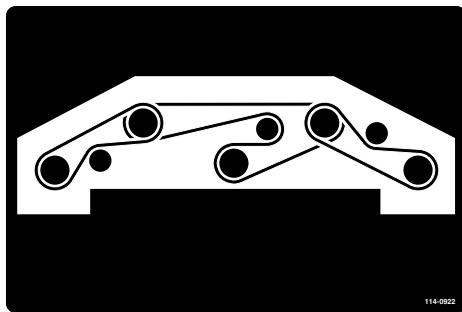

Figura 84
- Pase la correa nueva alrededor de las poleas de los ejes y del conjunto de la polea tensora, según se muestra en Figura 84.